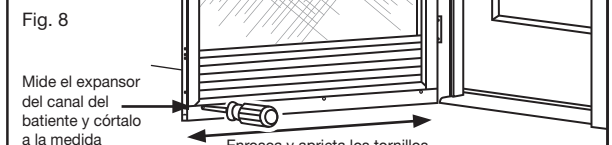

Fig. 8
Pega temporalmente el expansor del canal del batiente con la cinta de enmascarar. Marca y pretaladra (3) orificios de conexión del expansor del canal del batiente como se indica en la parte interior usando una broca de taladro de 1/8". Asegúralo con los tornillos de 8 x 3/8" incluidos (Fig. 8).